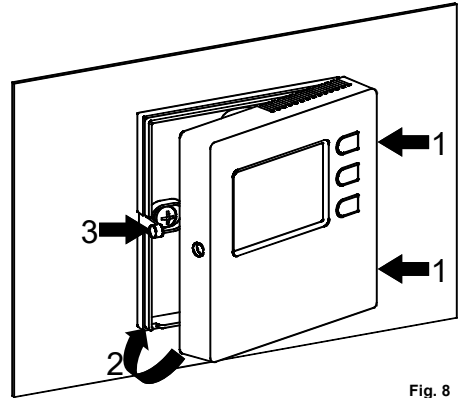

Fig. 8
- Girar la tapa y empujar hacia el interno, con el dedo, la lengüeta plástica ubicada en la parte izquierda de la base (indicada por la flecha en Fig. 8) y ejercitar una presión que haga encajar la lengüeta plástica de fijación en el interno del foro pertinente.